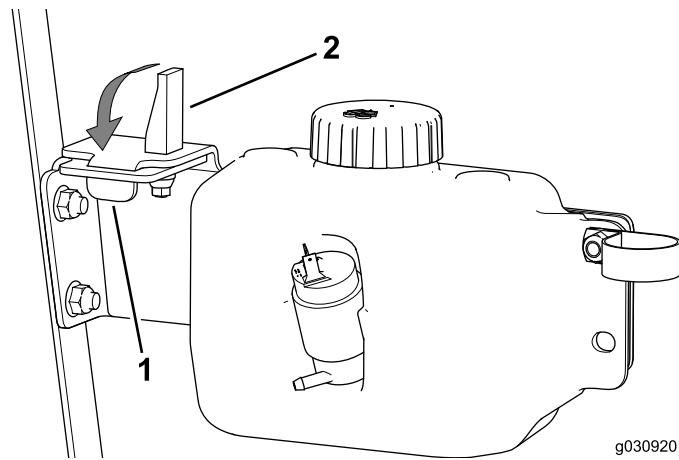

Рисунок 36
- Вставьте выступ в паз, а втулку эксцентриковой защелки – в отверстие в пластине бачка (Рисунок 36).
- Поверните вниз рычаг эксцентрика защелки (Рисунок 36).